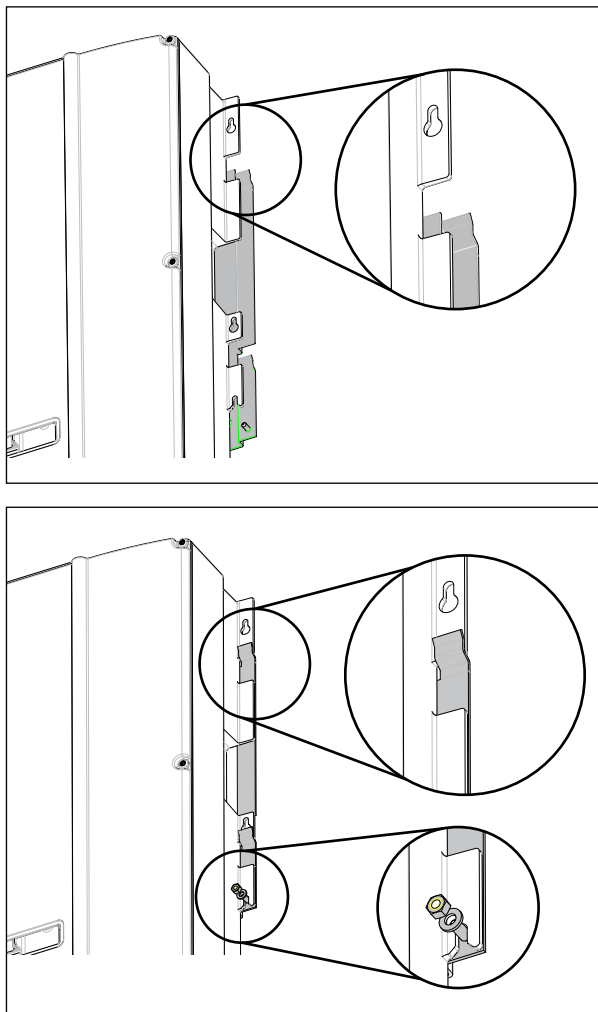

Fig. 7.5: Agganciamento dell'inverter solare alla piastra di montaggio
1. Agganciare l'inverter solare alla piastra di montaggio, vedi Fig. 7.5, p. 28.